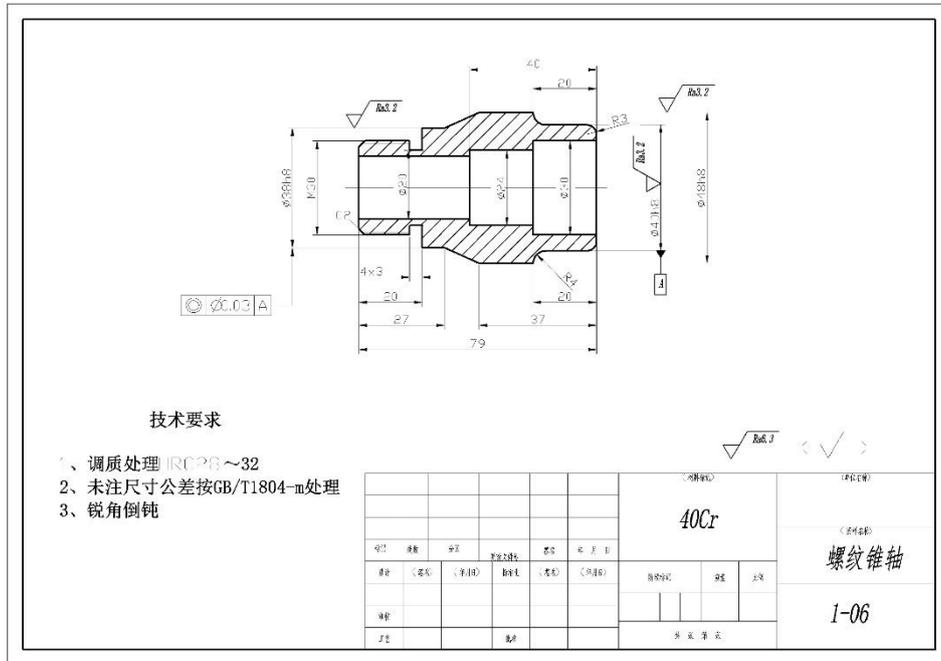

图 1-1-6 螺纹锥轴
(1) 任务描述：根据提供的实物，手工测绘机械零件——螺纹锥轴。零件照片见图 1-1-6。